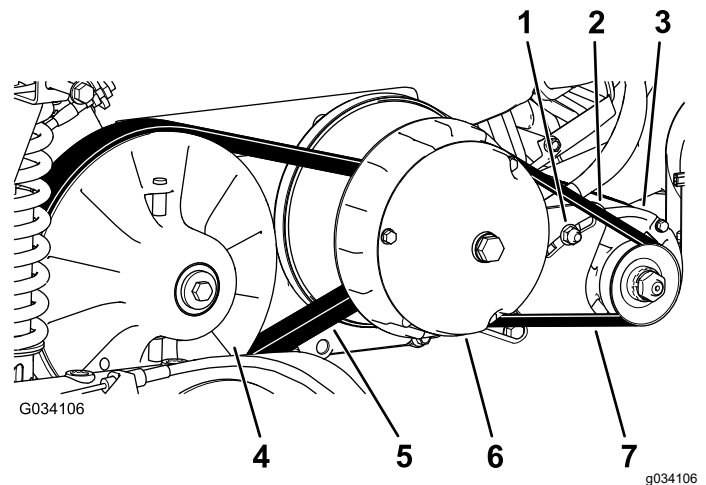

Figure 67
6. Faites tourner la courroie (Figure 67) et vérifiez qu'elle n'est pas excessivement usée ou endommagée.
3. Faites tourner la courroie et faites-la passer sur l'embrayage secondaire (Figure 67).
4. Enlevez la courroie de l'embrayage primaire (Figure 67).
5. Alignez la courroie neuve sur l'embrayage principal (Figure 67).
6. Faites tourner la courroie et faites-la passer sur l'embrayage secondaire (Figure 67).
2. Desserrez l'écrou de pivot du démarreur-alternateur (Figure 67).
4. Appuyez sur le levier pour faire pivoter le démarreur vers le bas dans la fente jusqu'à ce que la tension de la courroie produise une flèche de seulement 6 mm quand une force de 44 N·m est appliquée (Figure 67).
5. Serrez l'écrou de pivot à la main et enlevez le levier (Figure 67).